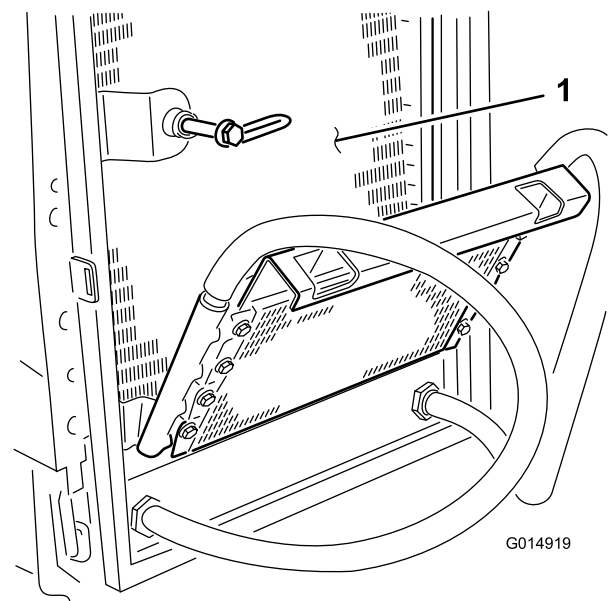

Bild 60
7. Reinigen Sie beide Seiten des Ölkühlers und des Kühlers gründlich mit Druckluft (Bild 60).